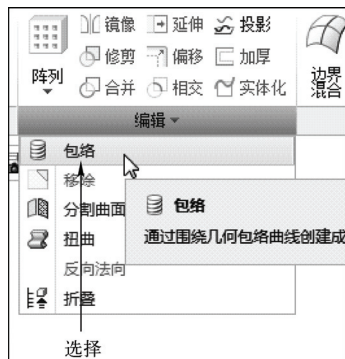

图 9-67 选择“包络”选项
STEP 02 在功能区选项卡的“模型”选项卡中,单击“编辑”面板中“编辑”右侧的下拉按钮,在弹出的列表框中选择“包络”选项,如图 9-67 所示。